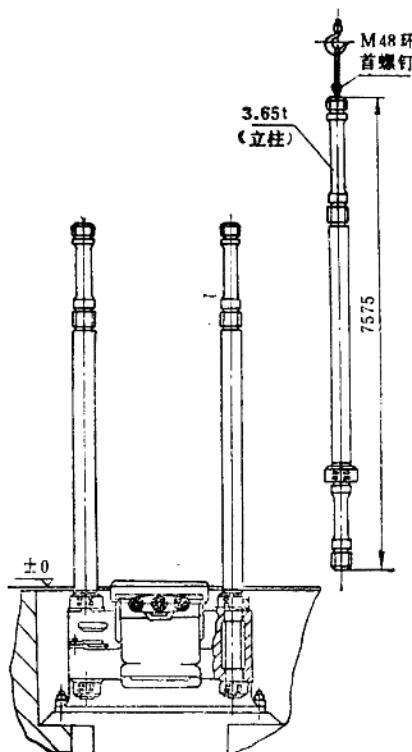

图13-2-22 拆吊主柱
6) 拆吊立柱：如图 13-2-22 所示，先拆除底座下面的立柱螺母后，将立柱缓慢平稳的吊出，平放在地面上并防止滚动，最后拆下立柱上面剩下的螺母。